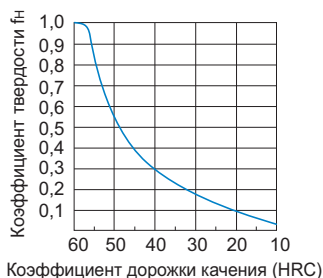

Рис.1 Показатель твердости (f_n)
- f_n : коэффициент твердости (см. Рис.1 **A11-6**)